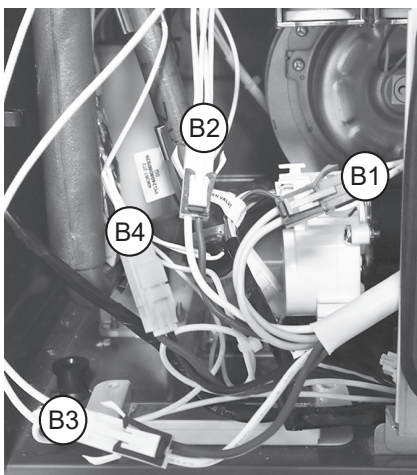

Figura 49 - Ubicación del mazo de cables "B1 - B4"
- 11** Ubique los 4 mazos de cables a la izquierda del UIM y desconéctelos. Consulte la Figura 49.
- 12** Las conexiones de los mazos de cables B1 - B3 usan un gancho de seguridad. Consulte la Figura 49 para conocer la ubicación.
- 14** Desconecte el mazo de cables B4. Consulte la Figura 49 para conocer la ubicación.